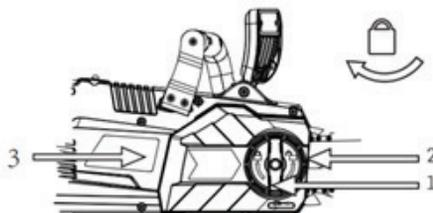

Рис. 4
- Поддерживая вес направляющей, установите крышку ведущей звездочки на прежнее место. Убедитесь, что язычок (рис. 4, 3) входит в паз, и поверните стопорную гайку, чтобы она свободно прокручивалась (рис. 4, 1).
- Наверните черное кольцо на стопорную гайку (Рис. 4, 2), чтобы правильно натянуть цепь. Затем затяните стопорную гайку.